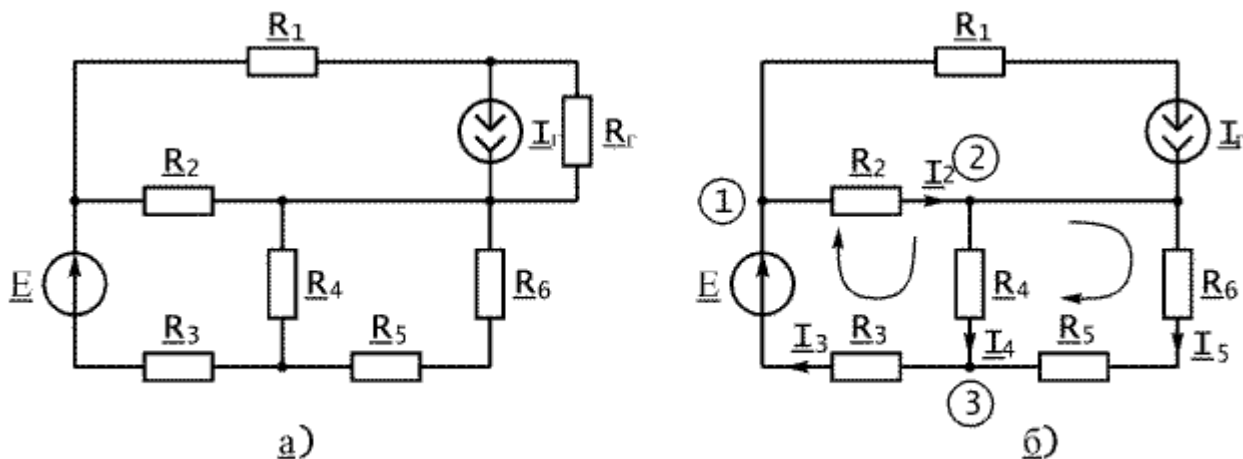

Рис. 3.2
На рис. 3.2, а) приведена схема цепи. Значения ее элементов:  $E = 10\text{В}$ ,  $I_r = 2\text{ А}$ ,  $R_1 = 1\text{ Ом}$ ,  $R_2 = 2\text{ Ом}$ ,  $R_3 = 3\text{ Ом}$ ,  $R_4 = 4\text{ Ом}$ ,  $R_5 = 5\text{ Ом}$ ,  $R_6 = 6\text{ Ом}$ ,  $R_r = 100\text{ кОм}$ .
Внутреннее сопротивление источника тока  $R_r = 100 \text{ кОм}$  много больше остальных сопротивлений схемы, поэтому оно практически не будет влиять на распределение токов в цепи и им можно пренебречь. Тогда предложенная схема может быть заменена эквивалентной (рис. 3.2, б), более удобной для расчетов.
1.1. Указываем направление токов в схеме на рис. 3.2, б.
1.4 Выбираем  $N = 2$  контура в схеме на рис. 3.2, б и направления их обхода для составления уравнений. Учитываем, что в контур нельзя включать ветвь с источником тока, если неизвестно напряжение на его зажимах.
Исходя из сказанного, баланс мощностей для схемы на рис. 3.2, б определяется выражением
где  $U_{\Gamma}$  – напряжение на зажимах источника тока. Напряжение  $U_{\Gamma}$  легко найти, если из схемы на рис. 3.2, б выделить контур с элементами  $R_1 - R_2 - I_{\Gamma}$  (рис. 3.6) и составить для него уравнение